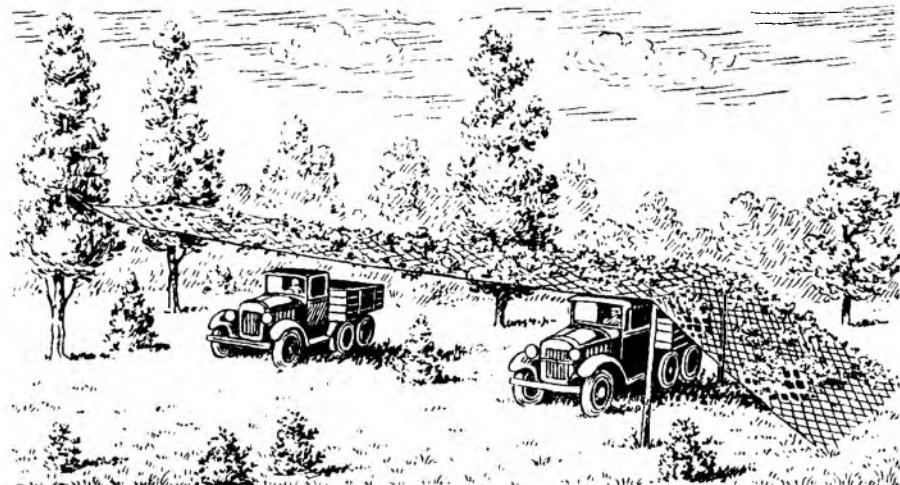

Рис. 124. Горизонтальная маска.
- г) горизонтальная маска (рис. 124);